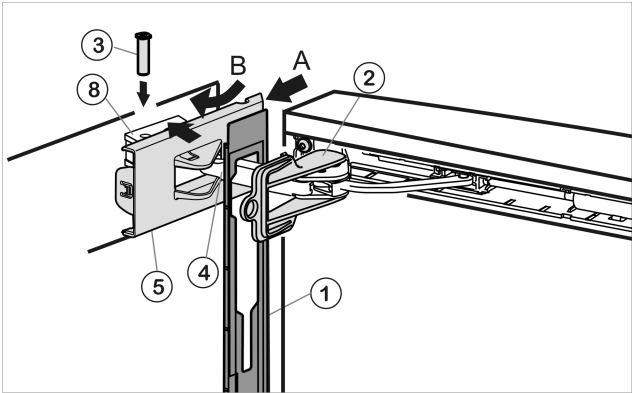

Fig. 57
- Accrocher le panneau Fig. 57 (1) sur l'étrier de l'amortisseur Fig. 57 (4), de telle sorte à ce que le crochet d'arrêt pointe vers l'intérieur et la face avant de l'appareil.
- Pousser le cache Fig. 57 (5) depuis l'extérieur (A) et le faire pivoter au-dessus de l'élément pivotant Fig. 57 (8) (B).
- Poser le cache Fig. 57 (5) et l'encliqueter jusqu'au premier enclenchement.
- Tirer l'étrier de l'amortisseur Fig. 57 (4) vers l'élément pivotant et enfoncer à nouveau le pivot Fig. 57 (3) à partir du haut, de telle sorte à ce que le carré repose dans l'évidement.
- Bloquer maintenant le cache Fig. 57 (5) complètement sur l'élément pivotant Fig. 57 (8).
- Retirer le dispositif d'arrêt Fig. 57 (2) en le tournant.
- Faire encliqueter le panneau Fig. 57 (1) à la porte.